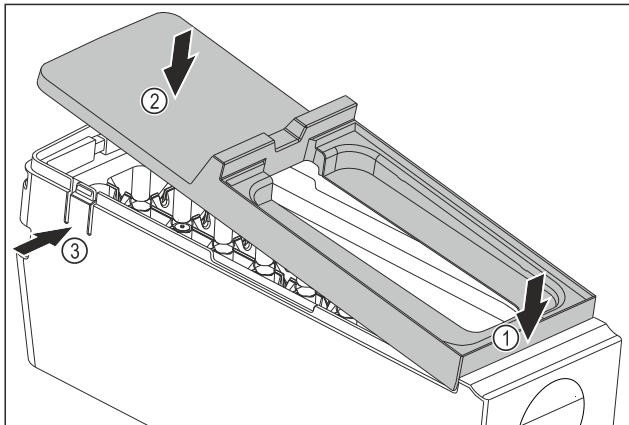

Fig. 120
- ▶ Montáž krytu korpusu EasyTwist-Ice: Kryt nasadíte vpredu. Fig. 120 (1)
- ▶ Kryt spustíte dozadu. Fig. 120 (2)
- ▷ Kryt počutelné zapadne od oboch strmeňov Fig. 120 (3).